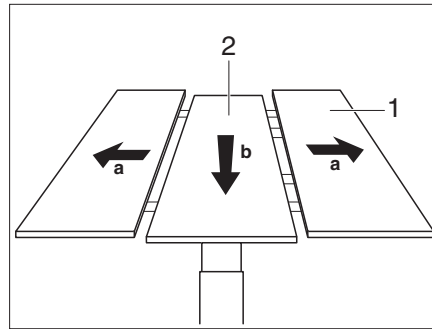

Bild 99 Fäll upp mittendelen
- Dra bordets ytterdelar (Bild 99,1) från varandra.
- Tryck bordets mittendel (Bild 99,2) kraftigt neråt. Mittendelen trycks uppåt med fjäderkraft.
- Tryck bordets mittendel (Bild 99,2) kraftigt neråt. Mittendelen hakar fast i det undre läget.